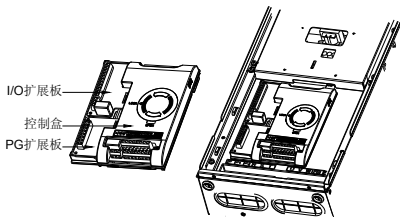

图 2 I/O 扩展卡的拆卸安装示意图
- ① 拆下扩展卡左侧的三个螺钉；
- ② 将 I/O 扩展卡从控制卡的插座中向上拔出（如图 2）。